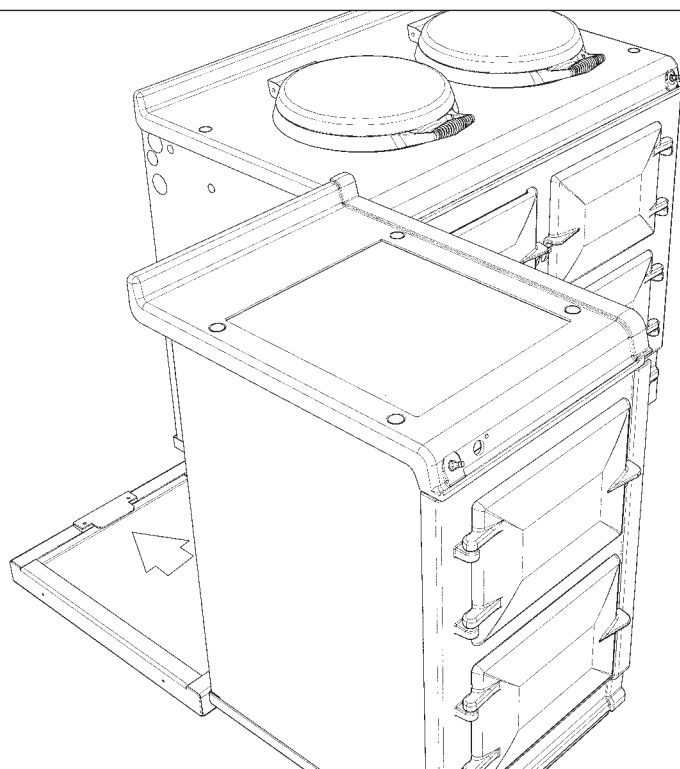

Fig. 30.7
6. Glisser l'armoire chauffante sur le socle jusqu'à ce que la languette arrière s'enclenche complètement dans l'arrière de l'encoche de la base, (**Fig. 30.7**). Assurez-vous que l'appareil est correctement aligné avec le socle, puis enclenchez le crochet de jointoiement frontal dans l'encoche située au-dessous de la plaque de base. Une fois la languette frontale complètement engagée, verrouillez-la en place en serrant complètement les deux vis M6.